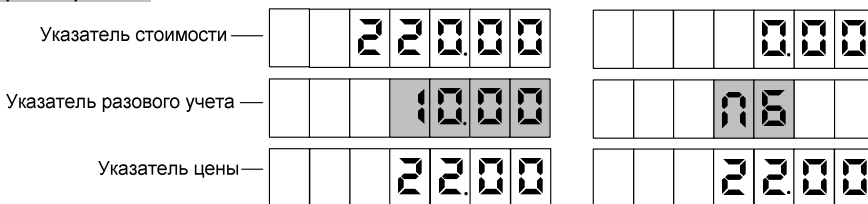

Рисунок 6
8.2 Для выдачи топлива необходимо задать дозу с системы управления. Когда устройство будет готово к отпуску топлива, в средней строке табло мигающими символами отобразится величина заданной дозы, а в случае отпуска "до полного бака" – символы "ПБ" (рисунок 6). Это дает клиенту удобный способ определить, когда можно начать заправку, а также убедиться, что задано именно то количество топлива, которое он заказывал.